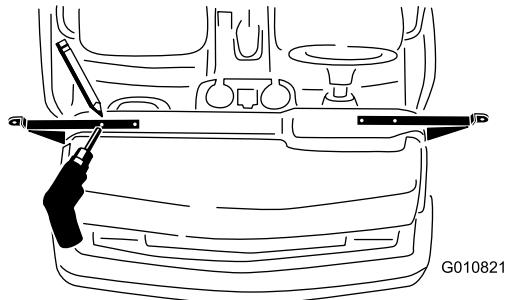

図 5
- 上側ブラケットを型紙として、ダッシュボードの 2ヶ所に穴あけ直径 12.7 mmを行なう図 5。